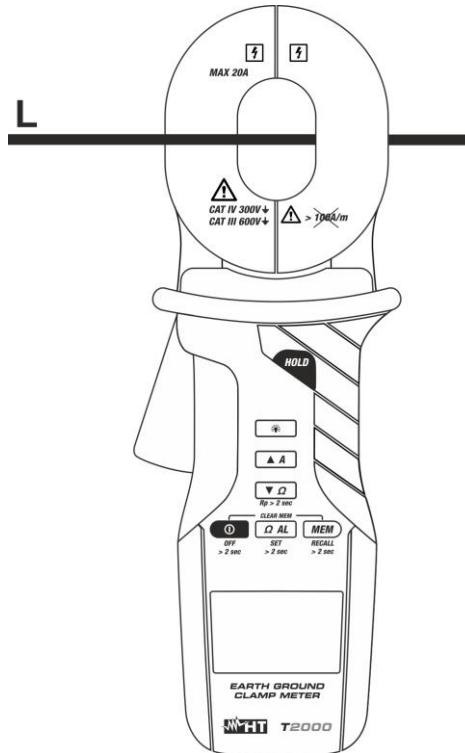

Fig. 19: Misura di corrente AC
- Aprire delicatamente il toroide, inserire il cavo in misura (vedere Fig. 19) e leggere il risultato a display.